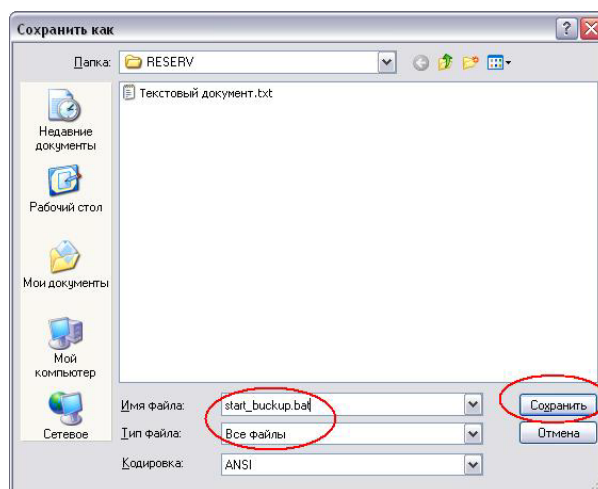

Рисунок 9.19 — Назначение имени и расширения файла
- В диалоговом окне *Сохранить как* укажите имя файла и расширение *bat*. Нажмите кнопку *Сохранить* (см. рисунок 9.19).